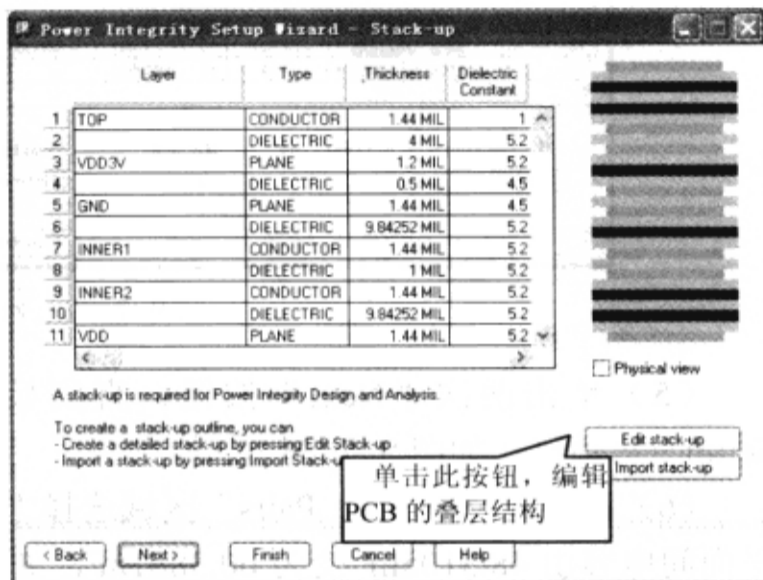

图 9-7-85 “Power Integrity Setup Wizard-Stack-up”对话框
(2) 单击两次“Next”按钮，直到显示“Power Integrity Setup Wizard-Stack-up”对话框，如图 9-7-85 所示。